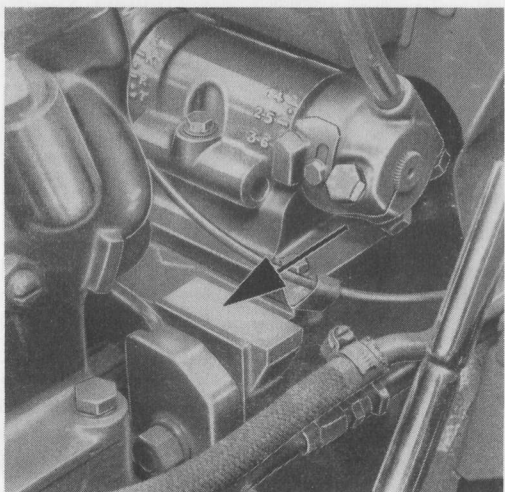

fig.28 - Endroit où se trouve frappé, sur la boîte des vitesses, le numéro de série du tracteur
- le numéro de série du tracteur frappé sur la plaque de constructeur STAUB - GOLDONI ; ce numéro est reporté sur le carter de boîte des vitesses à l'endroit indiqué sur la fig. 28